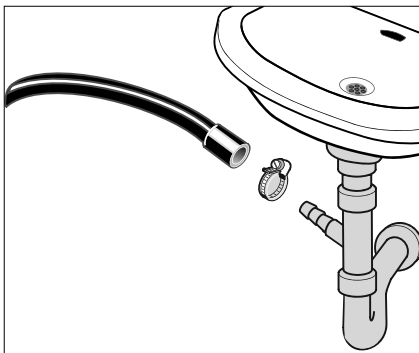
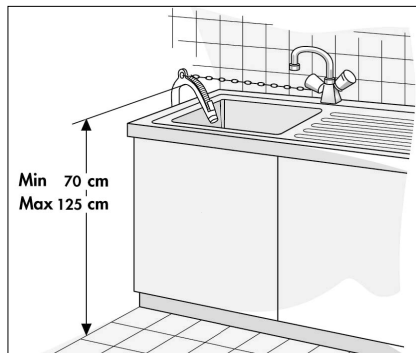

Abb. 18
Abb. 19
- ▶ Schließen Sie den Ablaufschlauch (5) an einen Wasserabfluss oder an einen Siphon (siehe **Abb. 18**) an oder hängen Sie das Ende des Ablaufschlauchs (5) in ein Waschbecken ein (siehe **Abb. 19**). Aufgrund des Wasserdrucks am Schlauchaustritt ist das Einleiten in ein kleines Waschbecken nicht möglich. Verwenden Sie zum Einhängen des Ablaufschlauchs (5) ggf. einen Haltebügel (22), um einen festen Sitz des Ablaufschlauchs (5) zu gewährleisten.